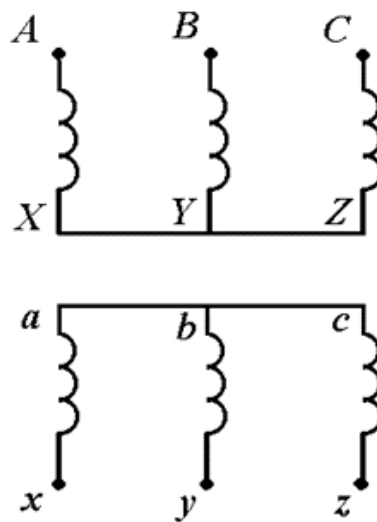

Рисунок 2 – Схема соединения обмоток трансформатора.
1) Подключите катушку AX трехфазного трансформатора к фазному напряжению  $U_{\phi} = 127 \text{ В}$  (рисунок 2).